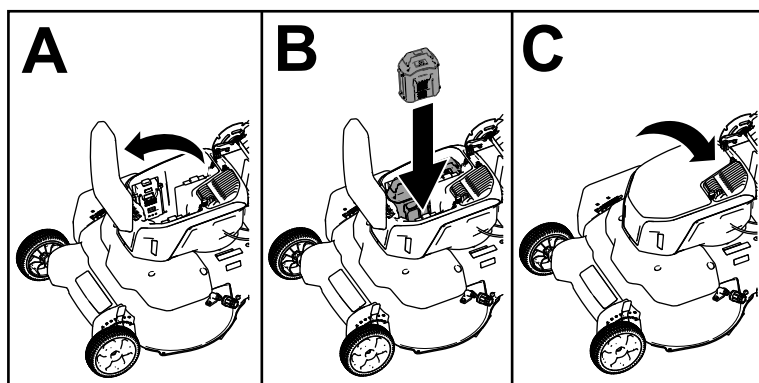

Figura 10
2. Sollevate il coperchio del vano batteria (A della Figura 10).
3. Allineate la cavità nel pacco batteria con la linguetta sulla macchina e fate scorrere il pacco batteria nel vano fino a quando non si blocca in posizione (B della Figura 10).
4. Chiudete il coperchio del vano batteria (C della Figura 10).